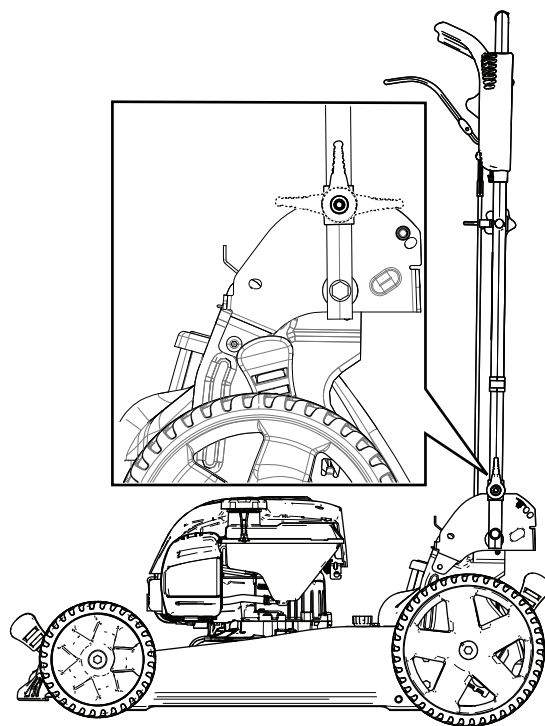

Рисунок 20
2. Сложите рукоятку вперед, установив ее в вертикальное положение или в положение до упора вперед, как показано на Рисунок 20.